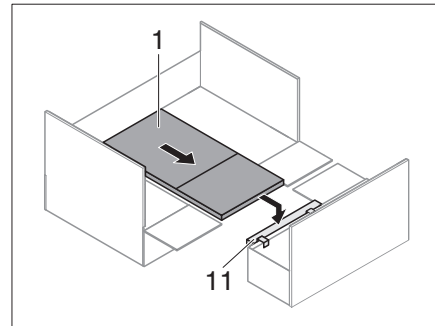

Fig. 231 Mesa sobre el soporte del somier
- Enganchar soporte del somier (Fig. 231,11).
- Extraer mesa colgante (Fig. 231,1) y colocarla sobre el soporte del somier (Fig. 231,11).